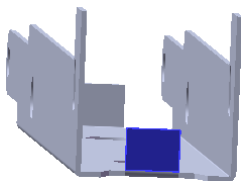
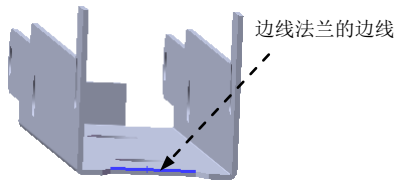

图 12.5.21 边线一法兰 3
图 12.5.22 边线法兰的边线
Step11. 创建图 12.5.21 所示的钣金特征——边线一法兰 3。
(1) 选择命令。选择下拉菜单  **插入(I)**  **钣金(B)**  **边线法兰(E)...** 命令(或单击“钣金”工具栏中的  按钮)。
(2) 定义特征的边线。选取图 12.5.22 所示的模型边线为生成的边线法兰的边线。